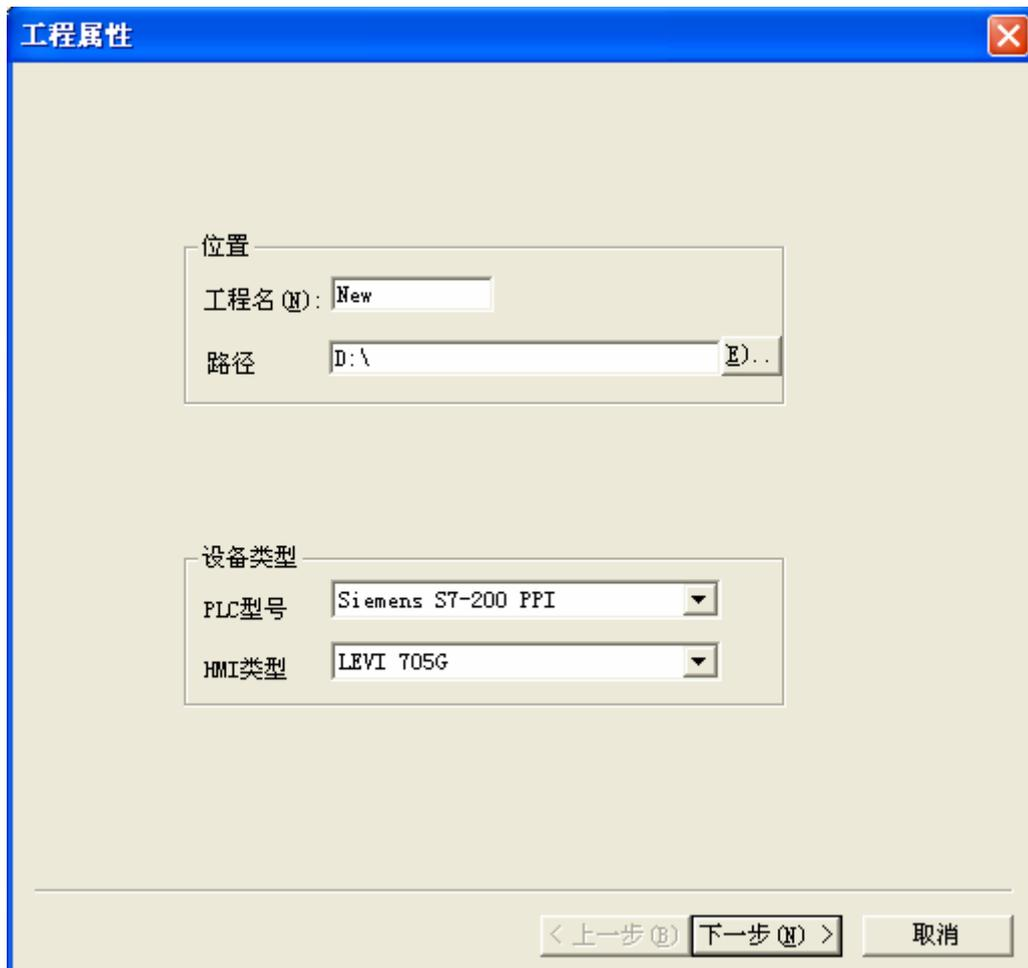

图 5-1 新建工程窗口
① 在工程管理器中选择菜单“文件/新建工程”，或者点击工具栏的“新建工程”按钮，出现“新建工程”对话框，如图 5-1。